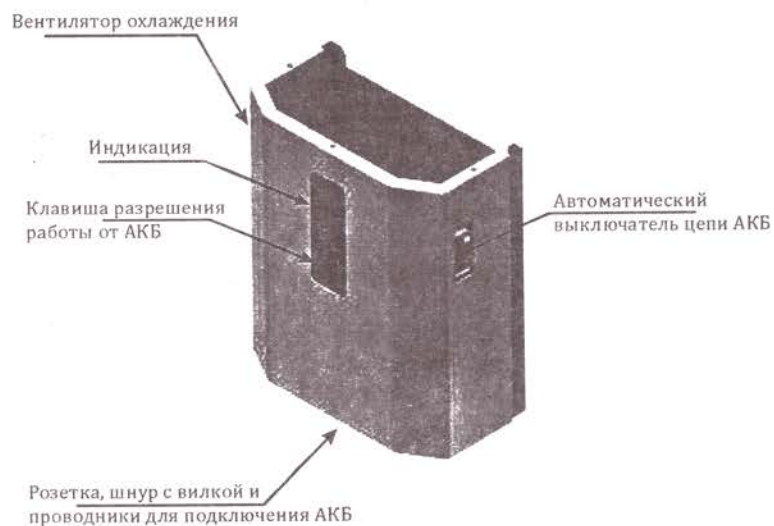

Рисунок 2. Внешний вид ИБП RESERVE-500 S
**Перед подключением убедитесь, что рычажок автоматического выключателя находится в положении «выключено», а клавиша разрешения работы от АКБ – в положении «0» (расположение элементов управления источником показано на рис. 2 и 3).**